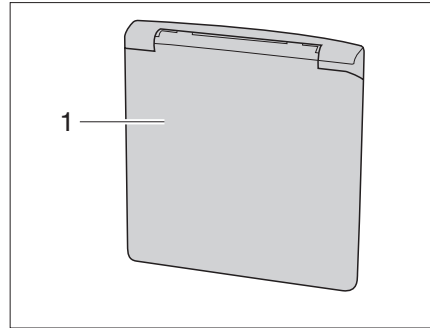

Fig. 9 Trampilla para conexión 230 V
- Trampilla exterior (Fig. 9,1) engazar abajo y girar hacia arriba.
- Girar hacia abajo la trampilla exterior (Fig. 9,1) y cerrarla presionándola.